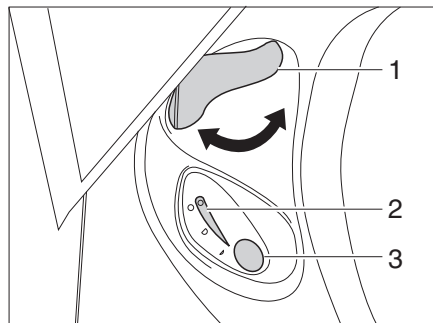

Bild 278 Bedieneinheit Thetford-Toilette
- Vor dem Spülen den Schieber der Thetford-Toilette öffnen. Dazu den Schieberhebel (Bild 278,1) entgegen dem Uhrzeigersinn drehen.
- Zum Spülen den blauen Spülknopf (Bild 278,3) drücken.
- Nach dem Spülen den Schieber schließen. Dazu den Schieberhebel (Bild 278,1) im Uhrzeigersinn drehen.
Die Kontroll-Leuchte (Bild 278,2) leuchtet, wenn die Thetford-Kassette entleert werden muss.
- Den Schieberhebel (Bild 278,1) im Uhrzeigersinn drehen. Der Schieber wird geschlossen. Zum Entleeren **muss** in der Thetford-Toilette der Schieber geschlossen sein.